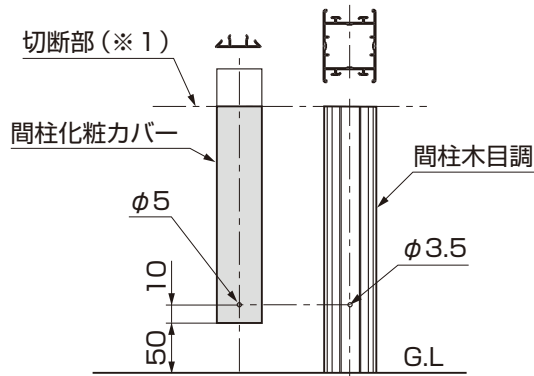

図6-1
- ① 図6-1を参照して、間柱化粧カバーにφ5の穴をあけてください。
- ② 間柱木目調のG.L.から50mmの位置に間柱化粧カバーをあてて、間柱木目調にφ3.5の穴をあけてください。